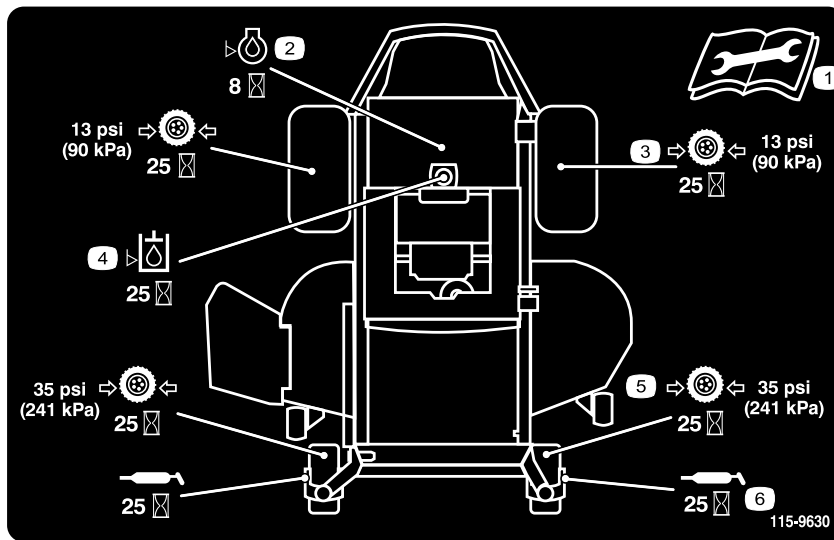
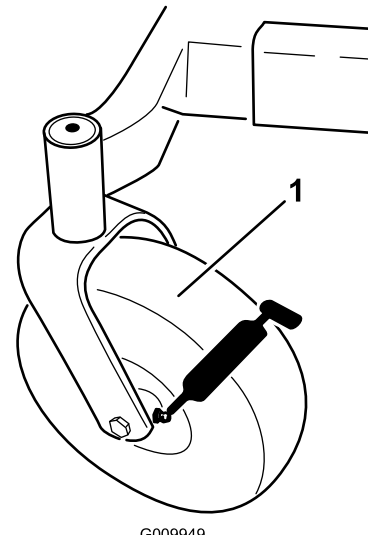

Figura 31
Figura 33
3. Limpie con un trapo los puntos de engrase (Figura 33 y Figura 31). Asegúrese de rascar cualquier pintura que hubiera sobre los puntos de engrase.
4. Conecte una pistola de engrasado a cada punto de engrase (Figura 33 y Figura 31). Bombee grasa hasta que empiece a rezumar grasa de los cojinetes.